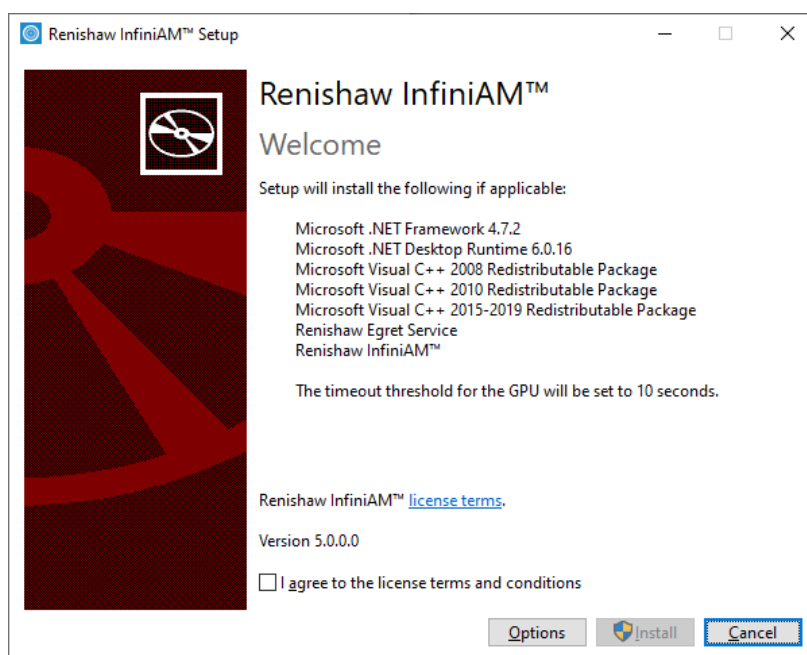

Imagen 50 Programa de instalación del software InfiniAM
1. Ejecute “Renishaw InfiniAM Setup.exe”. Seleccione la casilla “Acepto”. Compruebe la lista de componentes que se van a instalar. Si no están instalados en el PC, se instalan en el proceso de instalación general (consulte la Imagen 50).
2. Para crear un acceso directo en el escritorio, haga clic “Opciones” (consulte la Imagen 50) y seleccione la casilla de verificación correspondiente.